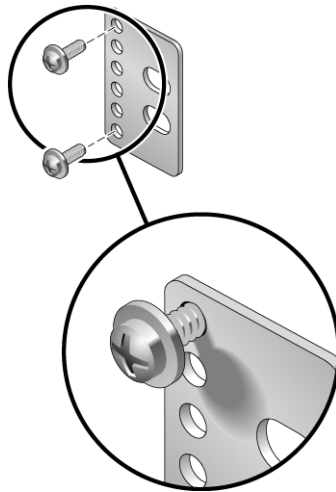

FIGURE 4-11 Pose des vis sur la plaque arrière correspondant à la position idéale du rack
- a. À l'aide de deux vis SEM M3 × 8 (une pour chaque plaque arrière), posez sans serrer les vis dans l'une des six positions de la plaque arrière (FIGURE 4-11).
La position dépend de l'épaisseur du rail dans le rack. Par exemple, la FIGURE 4-11 montre la position des vis sur la plaque arrière correspondant à la position idéale du rack.